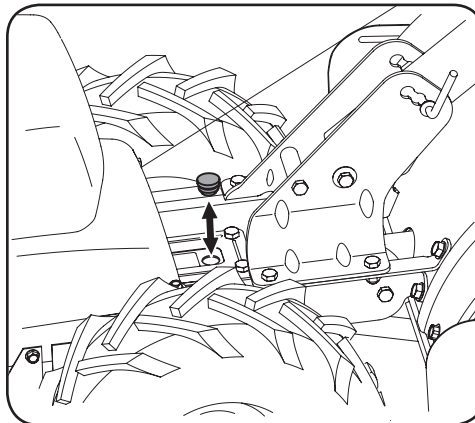

Figura 5-1
3. Extraiga el tapón de llenado de aceite del alojamiento de la transmisión y mire en el interior del orificio de llenado de aceite para ubicar el eje del accionamiento principal que está ubicado debajo del orificio. Vea la Figura 5-1.